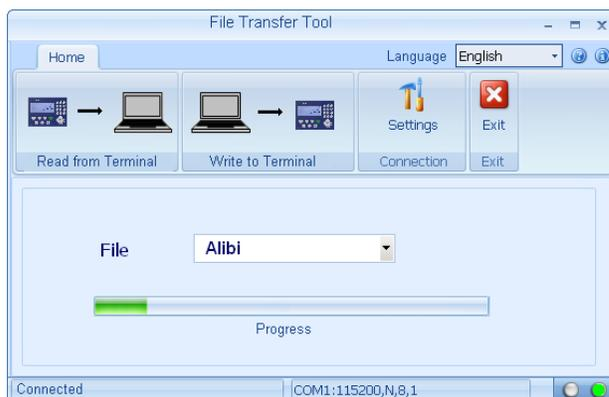

Abbildung 3-4: Fortschrittsbalken der Dateiübertragung
7. Sobald der Übertragungsvorgang beginnt, erscheint auf der Registerkarte **Home** des IND246 File Transfer Tool ein Fortschrittsbalken (Abbildung 3-4).